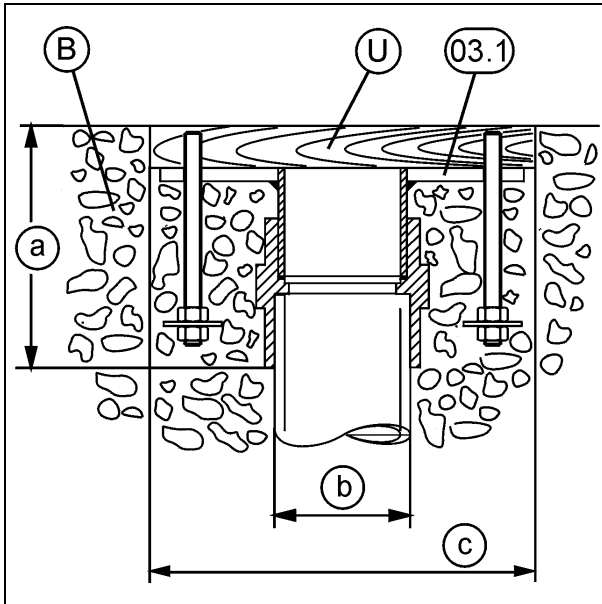
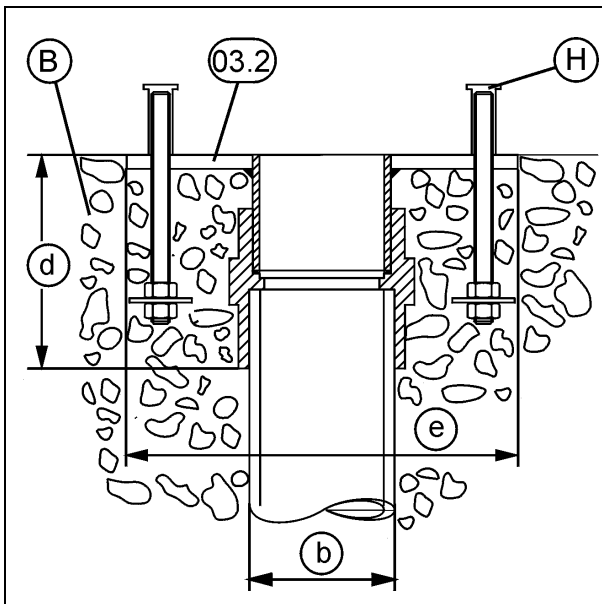

Abb. 1
Abb. 2
Der Einbausatz ist in den Ausführungen für Betonbecken gefliest (03.1) (Abb. 1) sowie Betonbecken mit Folie (03.2) (Abb. 2) erhältlich.
Abdeckplatte (Abb. 1, Pos.U) vom Einbausatz (03.1) entfernen, Flachdichtung (04) und Schwalldusche (01) bzw. Strahlrohr (02) auf die Stehschrauben (S) setzen und mit beigelegten Muttern (07) befestigen.
Schutzfolie und Abdeckhülse (Abb. 2, Pos.H) vom Einbausatz (03.2) entfernen.